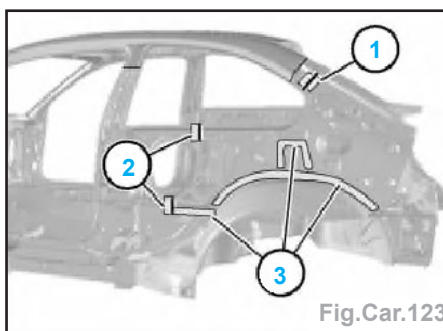

Fig.Car.123
- Décaler les zones (1) environ 15 mm vers l'extérieur.
- Souder (Fig.Car.123) :
- le raidisseur (1) d'une longueur d'environ 20 mm,
- les zones (2) décalées,
- les zones (3) par points.